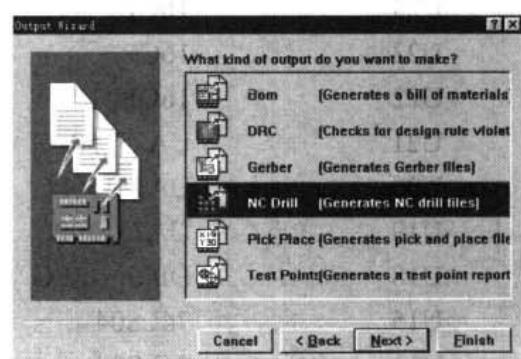

图 18-10 选择 NC Drill 生成钻孔文件
- (4) 单击 Next 按钮, 系统弹出如图 18-10 所示的对话框, 在对话框中可选择需要生成的文件类型。这里选择的是 NC Drill。
- (2) 系统进入如图 18-10 所示的 Output Wizard (输出向导) 对话框，选择 Bom 选项，单击 Next 按钮。